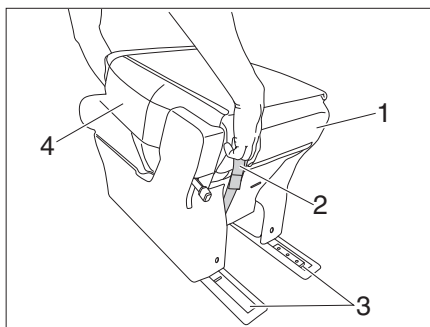

Fig. 28 Montaggio del sedile
- Sollevare il sedile (Fig. 28,1) per il cappio rosso (Fig. 28,2) e collocarlo nelle guide (Fig. 28,3).
- Verificare che il sedile (Fig. 28,1) sia innestato correttamente.
- ▷ Lo schienale (Fig. 28,4) del sedile può essere sollevato solo se il sedile è innestato correttamente nelle guide.
- Tirare il cappio rosso (Fig. 28,2) e contemporaneamente sollevare il sedile per lo schienale (Fig. 28,4).
- Afferrare il divanetto per il cuscino del divano e lo schienale (Fig. 28,4) e portarlo fuori dal veicolo.